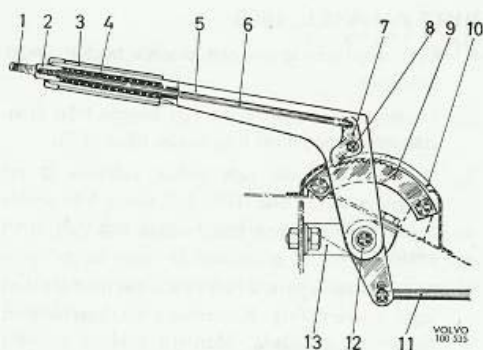

Bild 112. Manöverspak, 120
2. Ta bort saxpinnen och sträck vajrarna så att dragstången (11 bild 112) kan lossas från hävarmen. Demontera konsolen (13).
5. Skruva ur länsskruven och demontera bygel (1 bild 112) och knappen (2). Ta ut fjädern (4) ur spaken. Demontera niten (8) och ta ut tryckstång (6) och spärrhake (7).
6. Montera de nya delarna i omvänd ordningsföljd, jämför bild 112. Se till att niten sitter ordentligt fast utan att spärrhakens rörelse hindras. Smörj bussningarna med ett tunt lager universalfett. Glöm inte att låsa dragstången och se till att gummit vid axeln tätar ordentligt.